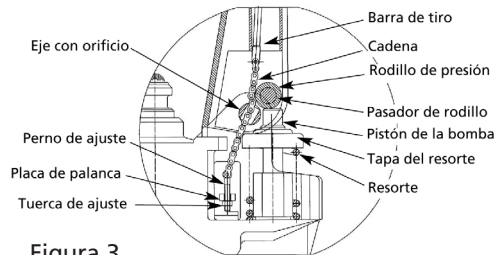

Figura 3
3. Fije la manija de control en una posición "**Bajar**" entonces pasen la tuerca de ajuste que ajusta el perno y la cadena a través del agujero del árbol (véase la Figura 3). Lea cuidadosamente todos los manuales incluidos con este producto antes de poner en servicio. Nunca exceda la capacidad máxima del carro.